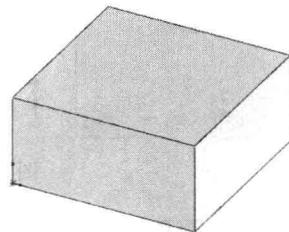

图 1-12 拉伸结果
- (8) 将“方向 1”下的“给定深度”值改为“60”，单击“确定”按钮，完成拉伸基体操作，结果如图 1-12 所示。